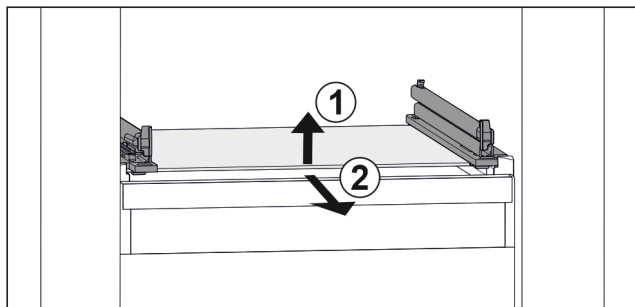

Fig. 112 Beispielhafte Darstellung der Glasplatte
- Glasplatte vorne anheben. Fig. 112 (1)
- Glasplatte nach vorne entnehmen. Fig. 112 (2)